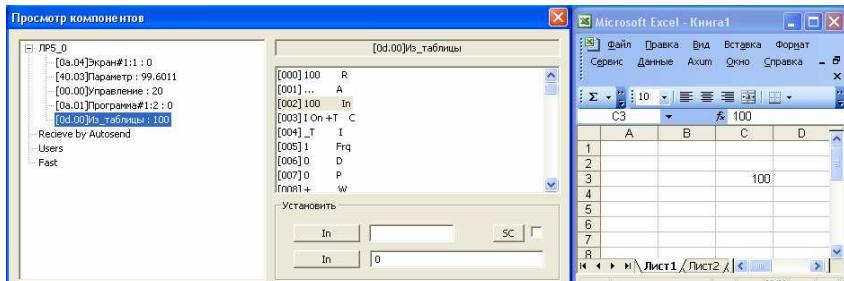

Рис. 6.8
6.4.2.9. Таким чином, у результаті спостерігатимемо наступне (рис. 6.8):